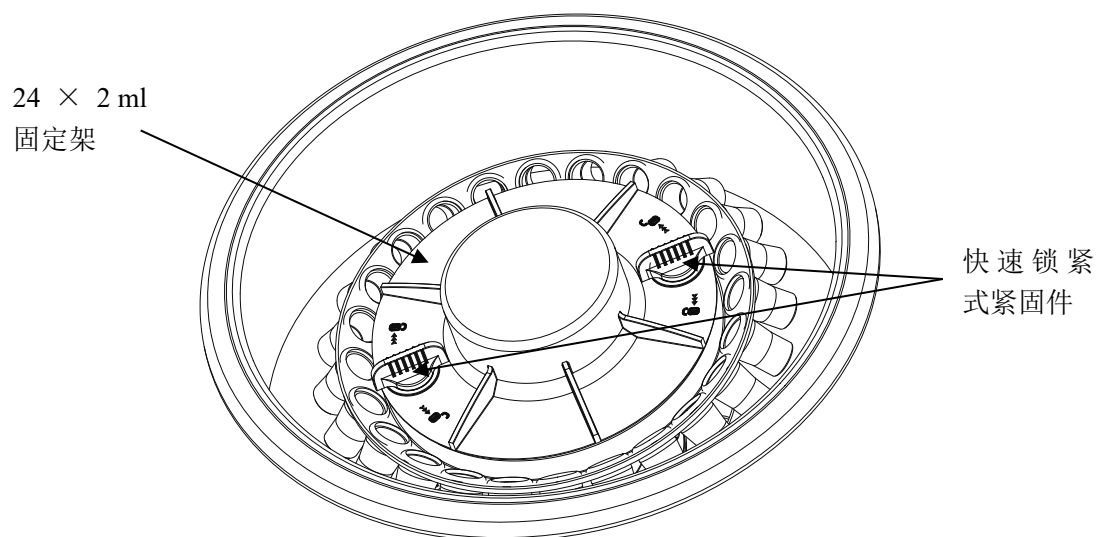
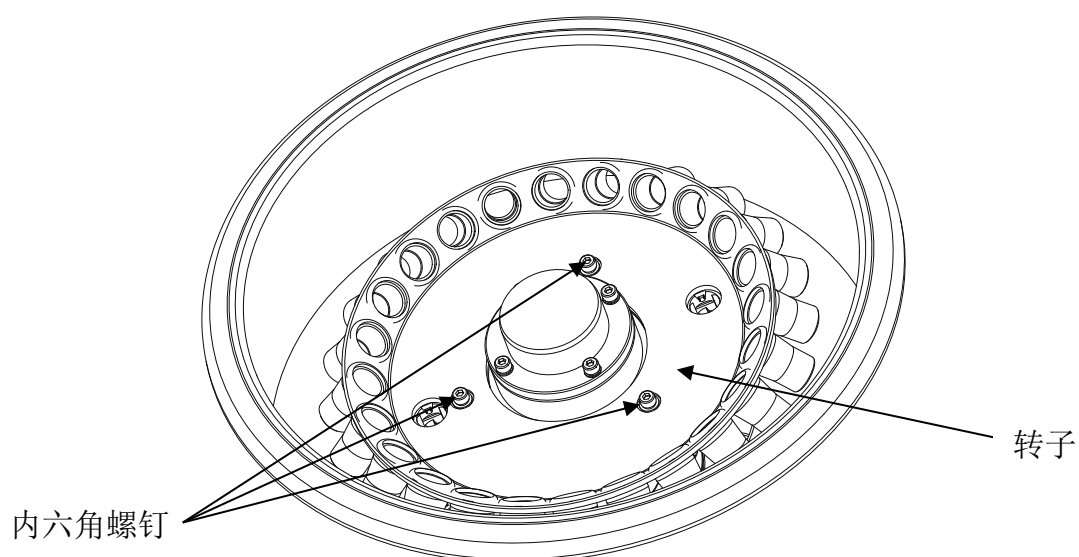
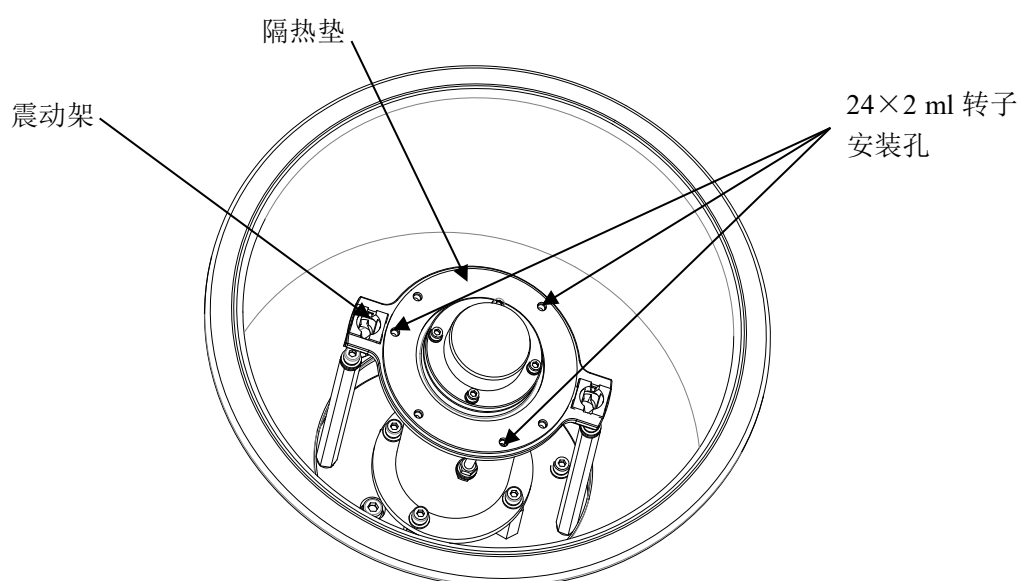

图 5.7 24 × 2 ml 仪器内部图
图 5.8 拆除固定架后仪器内部图
图 5.9 拆除转子后仪器内部图
2.1) 首先转动快速锁紧式紧固件（如图 5.7 标注所示），双手拿住固定架，轻轻往上抬即可拆卸下来。拆卸后如下图 5.8 所示。
2.2) 用随机内六角扳手卸下转子上图 5.8 所标注的 3 个内六角螺钉。轻轻往上取出转子，拆卸过程中需要扶住震动架防止震动架转动。拆卸完毕后如图 5.9 所示。